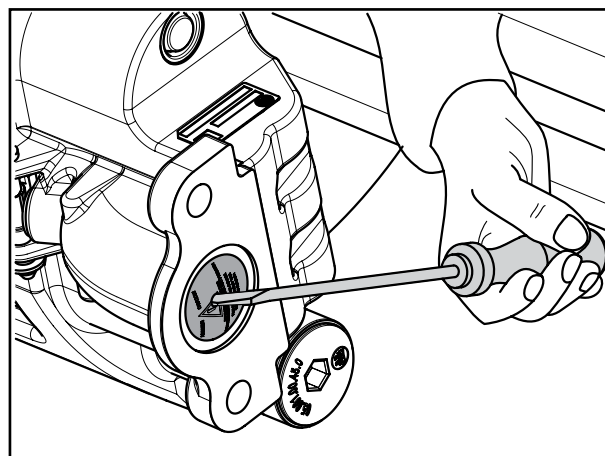

Fig. 4
- [6] Avlägsna pluggen (fig. 4/pil) för avluftning från den nedåtvända borrarngen på den nya bromscyndern (410).
- [8] Sätt bromscyndern (410) på plats och montera med **nya** fästmuttrar.